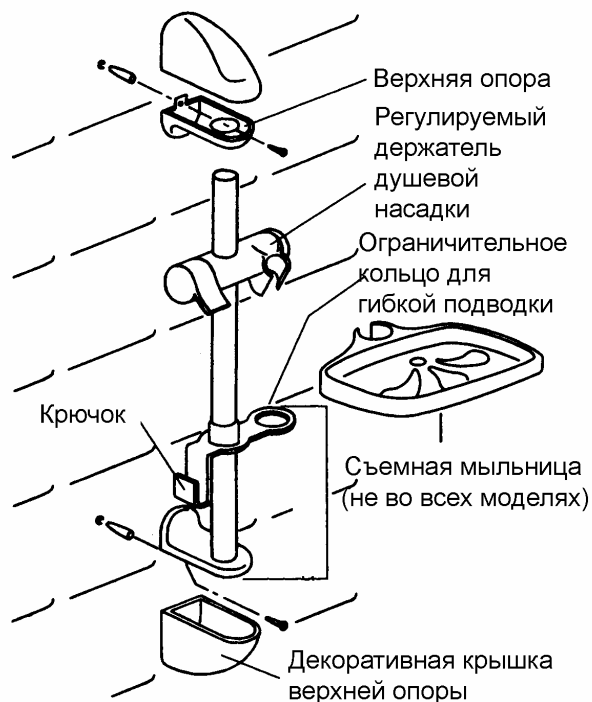

Рис. 4.25
4.28 Установите держатель с подставкой для душевых принадлежностей (см рис. 4.25) на вертикальный стержень и соедините стержень с нижней опорой. Примечание: съемная мыльница и крюк для душевых принадлежностей имеются не во всех моделях.